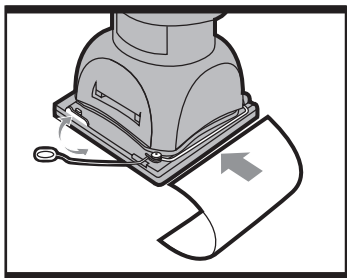

Fig 2
Para retirar el papel de lija, levante la palanca de la pieza de sujeción (4) y desplácela fuera de la posición de traba (5) (véase Fig. 2). La pieza de sujeción del papel de lija (3) ahora está suelta. Repita el procedimiento con la pieza de sujeción situada del otro lado de la lijadora.
Para colocar un nuevo papel de lija, inserte aproximadamente 5 mm de un extremo del mismo bajo la pieza de sujeción (3) hasta que toque la pared de la carcasa (véase Fig. 2). Levante la palanca de la pieza de sujeción (4) y desplácela hacia la posición de traba.